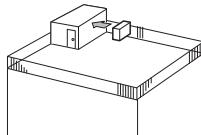

Fig. 2-3
- ① Suuntaa ilman poistoaukko kohti lähiintä saatavilla olevaa seinää noin 35 cm:n päästä. (Fig. 2-3)